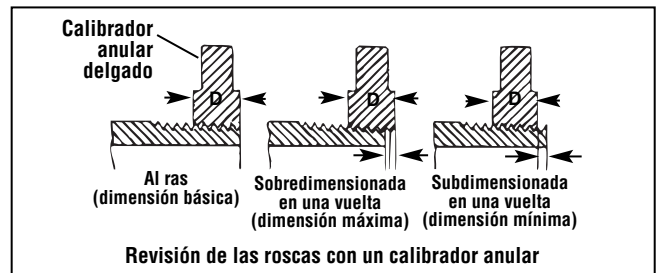

Figura 11 – Revisión del tamaño de la rosca
3. Inspeccione el tamaño de la rosca. El método preferido para revisar el tamaño de la rosca es mediante un calibrador anular. Hay calibradores anulares de diversos estilos; su uso puede ser diferente a lo que se muestra en la Figura 11.